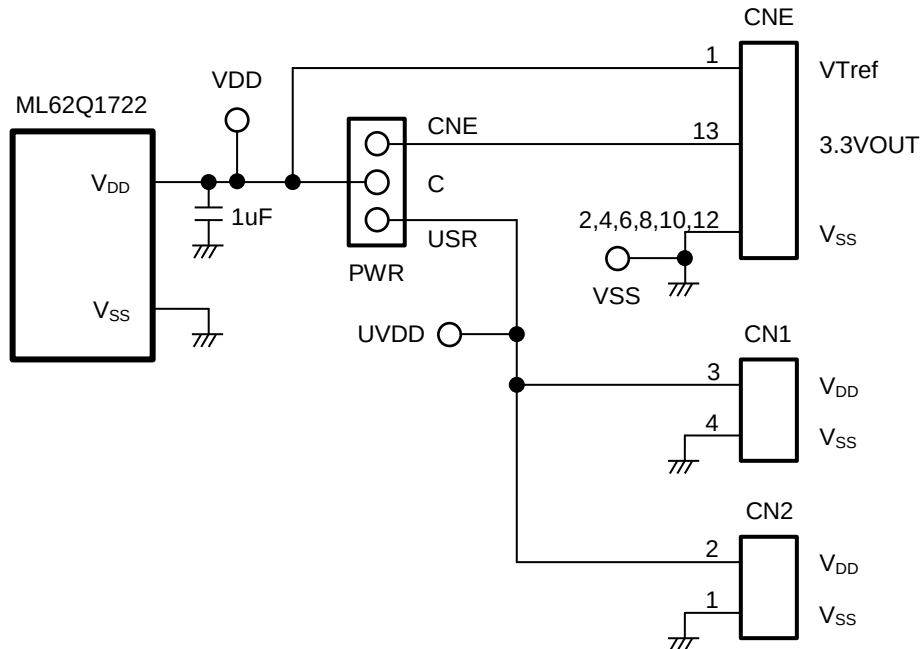

図 2 電源回路
- 1.2 ML62Q1722 Reference Board 外観図 2